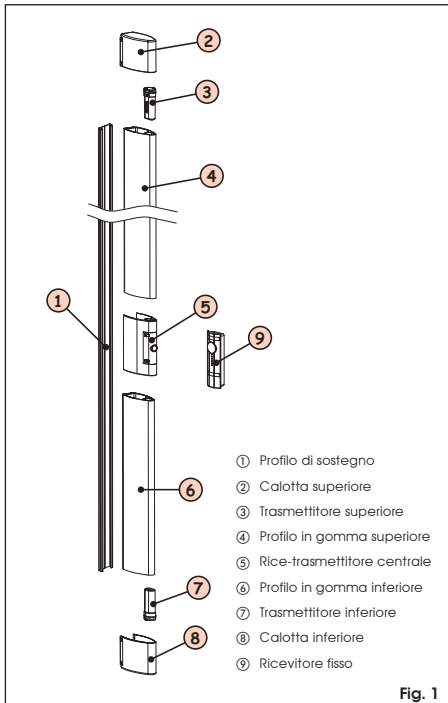

Fig. 1
- La parte mobile comprende due unità emettitrici (Fig. 1 rif. ③ e ⑦) poste alle estremità di un profilo in gomma (Fig. 1 rif. ④ e ⑥) ed una ricetrasmittente (Fig. 1 rif. ⑤) posta in posizione intermedia. Tutte queste unità funzionano con batterie al litio mod. **AA - L91 - 1,5V**. Il profilo in gomma è sostenuto da un apposito supporto in alluminio (Fig. 1 rif. ①).
- La parte fissa è costituita da un ricevitore (Fig. 1 rif. ⑨) che ha la funzione di comunicare con l'apparecchiatura e, tramite appositi leds, di segnalare all'utente lo stato del dispositivo.